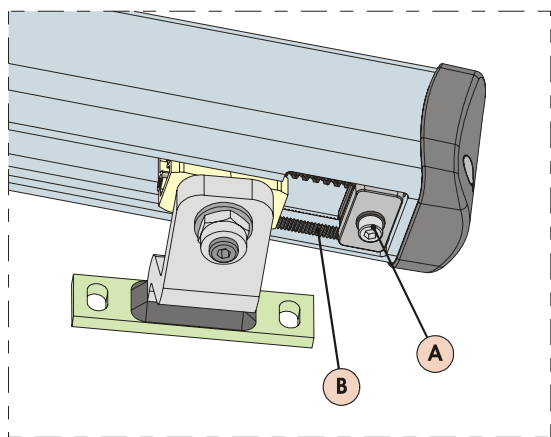

Fig. 19
- 3) Afloje el tornillo de fijación, Fig.19 ref.A. No es necesario quitar completamente el tornillo.
ATENCIÓN: El bloqueo mecánico trabaja acoplado a un sector dentado, Fig.19 ref.B. Si se verifican obstáculos durante el movimiento, asegúrese de que el acoplamiento esté libre. **NO EJERCITE FORZAMIENTOS.**